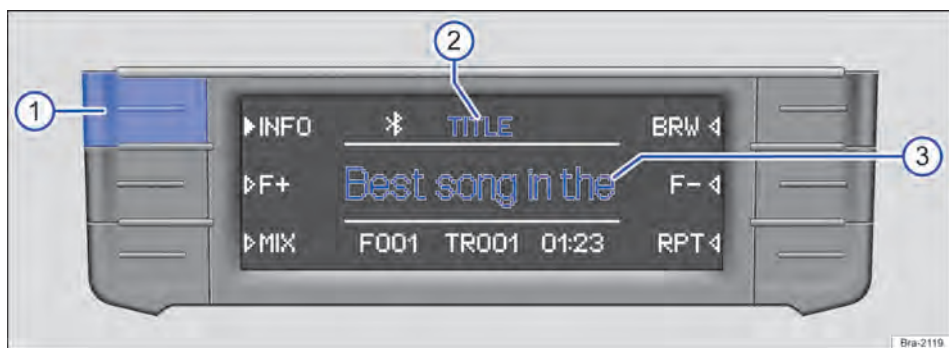

Fig. 155 Exemplo de exibição na operação de mídia: informações das faixas de um CD de MP3 em execução.
Em CDs de áudio sem texto de CD, na linha central do display → Fig. 155 ③ é exibido somente **TRACK** e o número da faixa conforme a sequência na unidade de armazenamento de dados.
No centro da linha superior do display é exibido o tipo da informação de faixa selecionada, por exemplo, **TITLE** → Fig. 155 ②.
- Pressionar brevemente o botão de função **[INFO]** → Fig. 155 ① para trocar o tipo da informação exibida da faixa. **[▶]**
Exibição → Fig. 155 ②	Informação da faixa → Fig. 155 ③